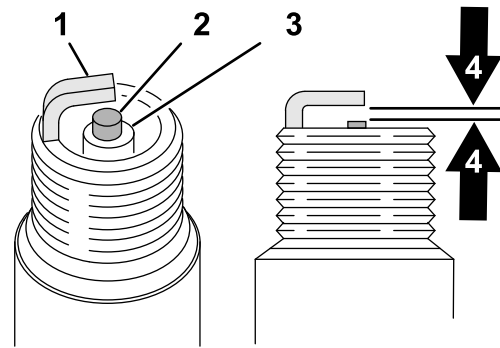

Figura 36
5. Controllate il centro delle candele (Figura 36). Se l'isolatore è di color marrone chiaro o grigio, il motore funziona correttamente. Una patina nera sull'isolatore significa in genere che il filtro dell'aria è sporco.
6. Misurate la distanza tra l'elettrodo centrale e l'elettrodo laterale (Figura 36). La distanza tra gli elettrodi dovrà essere di 0,76 mm.